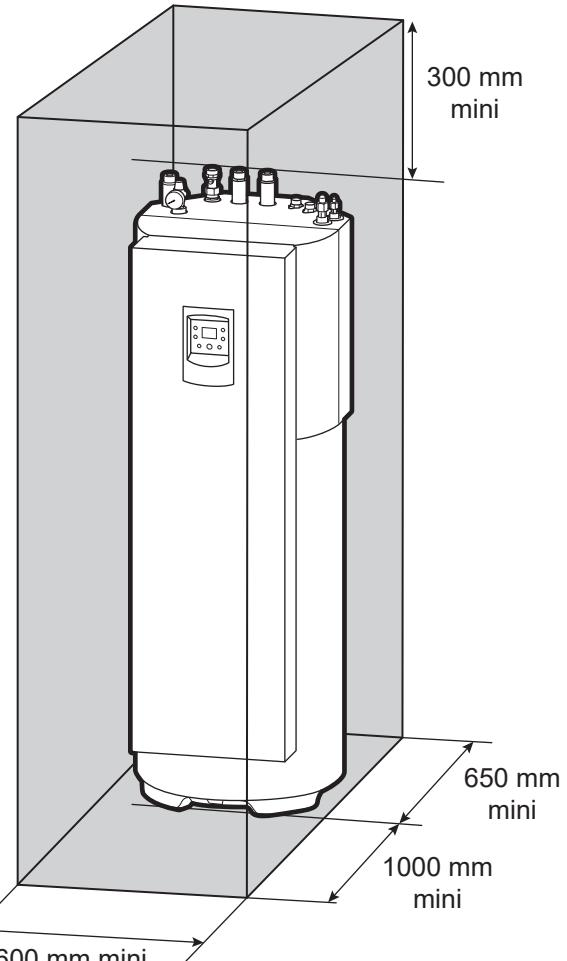

fig. 12 - Dégagements minimum d'installation autour du module hydraulique
- Pour faciliter les opérations d'entretien et permettre l'accès aux différents organes, il est conseillé de prévoir un espace suffisant tout autour du module hydraulique (fig. 12).